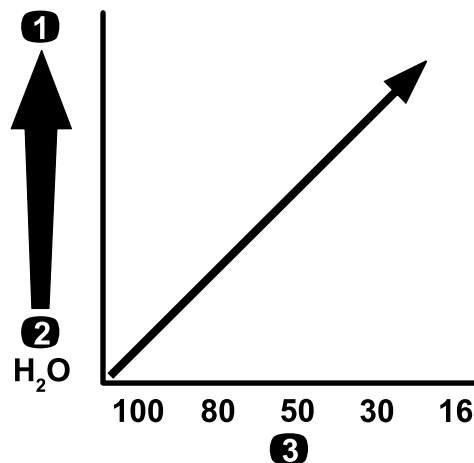

図 14
**重要** 粘度の高いドロドロした薬剤や、ウェットブル水和剤を散布する場合には、オプションの目の粗い圧力フィルタが必要になる場合があります 図 14 を参照。